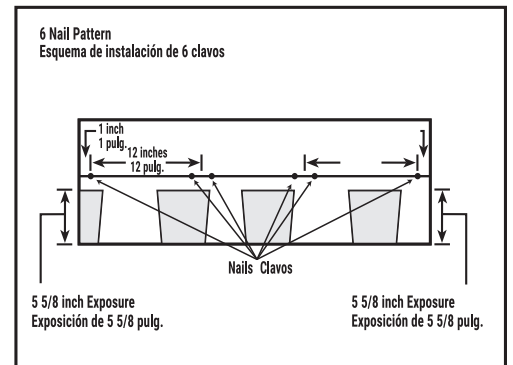

Fig. 4B Mansard or Steep Slope Fastening Pattern
- All shingles installed on the perimeter of the roof must be hand-sealed with four 1 inch dabs of ASTM D4586-compliant asphalt cement. (See **Fig. 4B**)
- Todas las tejas instaladas en el perímetro del techo deben sellarse a mano con cuatro toques de 1 pulgada de cemento asfáltico que cumpla con la norma ASTM D4586. (consulte la **Fig. 4B**).
Place fasteners 6 $\frac{1}{8}$ inches from bottom edge to penetrate both layers of the shingle. Fasteners should be located 6 $\frac{1}{8}$ inches above the butt edge of the shingle, regardless of whether they are in the granules or the fastening area. See Fig. 4B.
REQUIRED: For slopes exceeding 60 degrees or 21 inches per foot, install 6 fasteners and 4 spots of asphalt roof cement per shingle. Immediately install a 1 inch diameter spot of asphalt roof cement under each shingle tab, centered 2 inches up from the bottom edge of the shingle tab. Center asphalt roof cement 2 inches up from bottom edge of shingle tab. See Fig. 4B.
Coloque los sujetadores a 6 $\frac{1}{8}$ pulg. del borde inferior para asegurar ambas capas de la teja. Los sujetadores deben colocarse a 6 $\frac{1}{8}$ pulgadas por encima del extremo inferior de la teja, sin importar si es sobre los gránulos o el área de sujeción SureNail® Technology. Ver la Fig. 4B.
REQUISITOS: En el caso de las pendientes que superen los 60 grados o 21 pulgadas por pie, utilice seis sujetadores y cuatro puntos de cemento asfáltico para techos por teja. Aplique inmediatamente un punto de cemento asfáltico para techos de 1 pulgada de diámetro debajo de cada lengüeta de las tejas. Coloque el cemento asfáltico para techos a 2 pulgadas del borde inferior de la lengüeta de la teja. Ver la Fig. 4B.